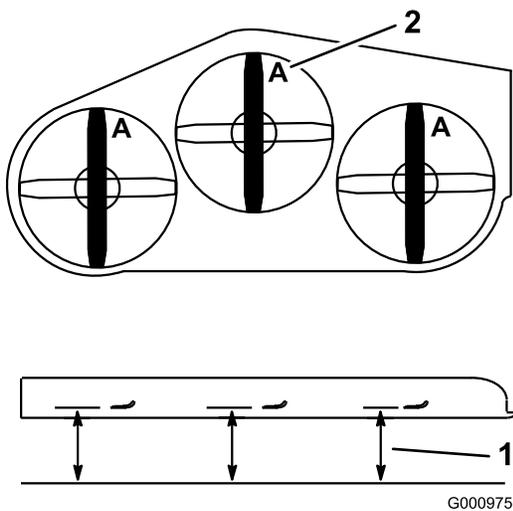

図 97
- A位置で、平らな床面からブレードの刃先までの高さを測る 図 97。